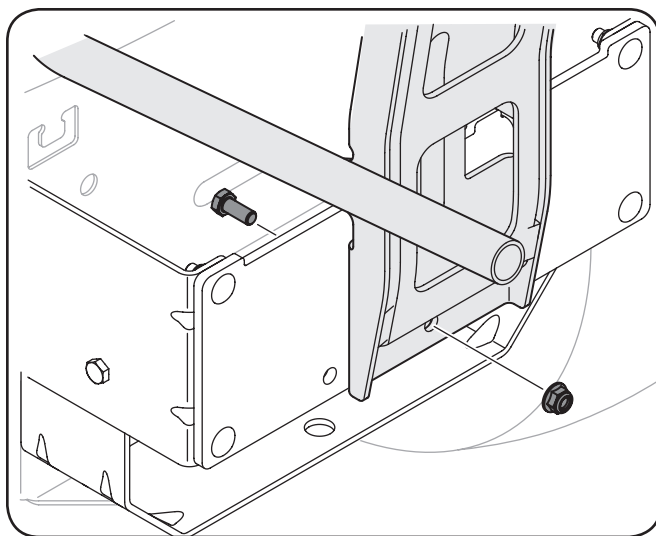

Figure 4-10
2. Fixez l'assemblage des battants au support de montage à l'aide d'un boulon 5/16" et d'un écrou à épaulement fournis. Consultez la figure 4-10.